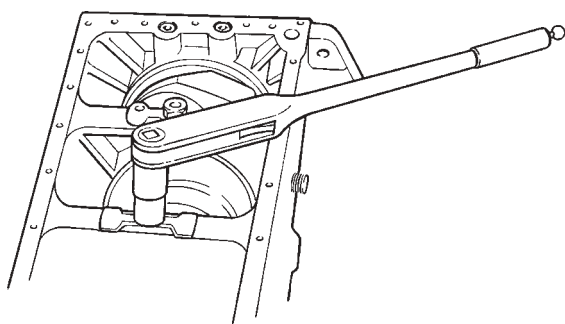

Fig. 71 Dépose du chapeau de palier de vilebrequin
6. Enlever les vis de verrouillage du chapeau de palier de vilebrequin (figure 71). Avec précautions, déposer le vilebrequin complet avec le chapeau de palier arrière.